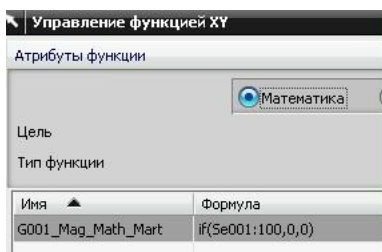

рис.121
- А далее приступаем к описанию функции векторной силы. Тип функции – *математический* (рис.121).